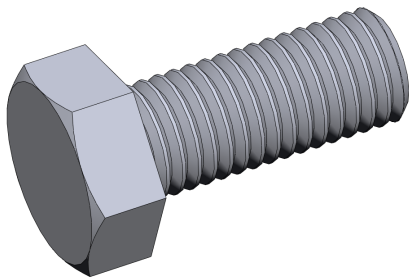

图 8-60 打开素材模型
(1) 单击常用工具栏中的【打开】按钮, 打开一幅素材模型, 如图 8-60 所示。